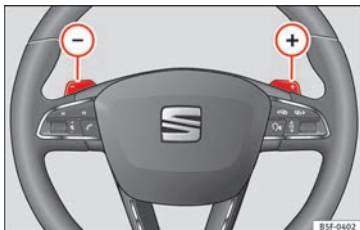

Bild 172 Ratt med reglage för automatisk växellåda.
- Tryck den högra paddelväxeln mot ratten för att växla uppåt » **bild 172**.
- Tryck den vänstra paddelväxeln mot ratten för att växla nedåt » **bild 172**.
Om paddelväxlarna » **bild 172** används i normala programmet eller sportprogrammet växlar systemet tillfälligt till "tiptronic"-läget. För att avsluta "tiptronic"-läget igen, tryck på den högra paddelväxeln mot ratten i cirka en sekund. Du lämnar också "tiptronic"-läget om paddelväxlarna inte rörs under en viss tid.